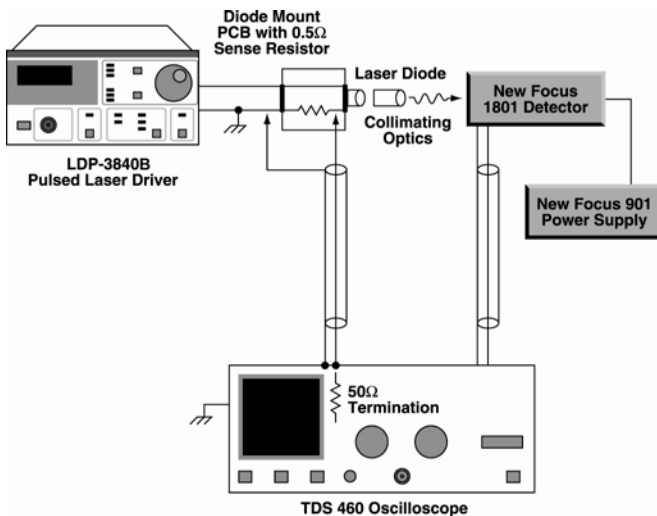

FIGURE 1 – Measurement Setup
2. 調整のために0.5Ωがプリロードされている付属のPCBを使用して、パルス応答を特性評価します。この例では、図1に示すように、温度制御されていないマウントのレーザでパルスを測定し、New Focus 1801高速検出器で光学的に測定しました。